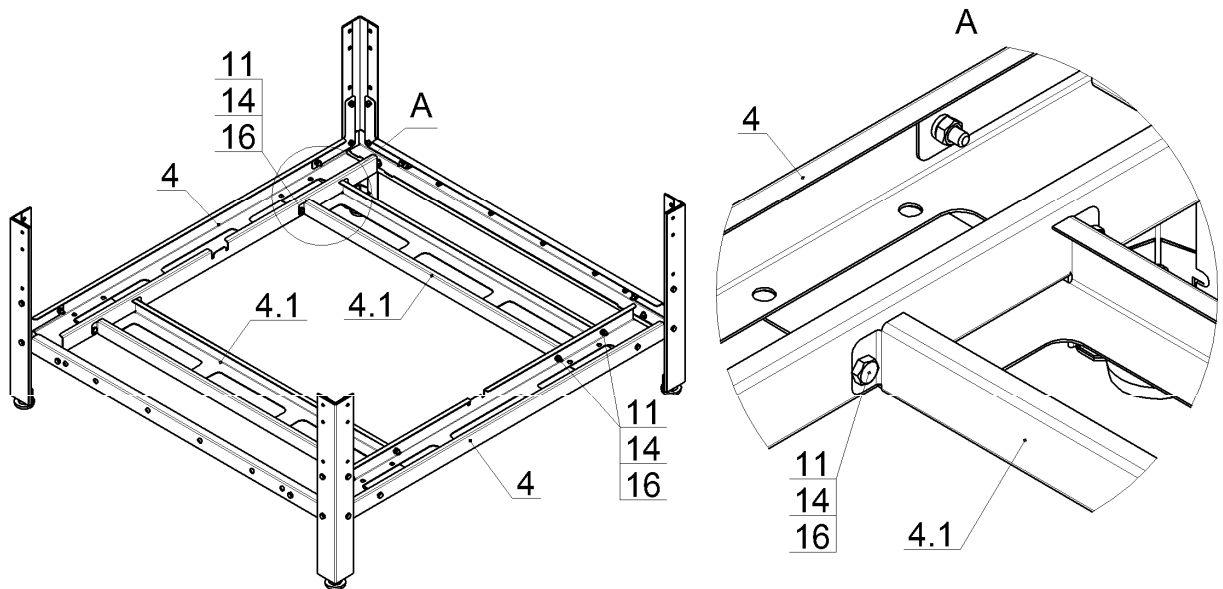

Рис.4
4. Закрепить профили поперечные, нижние, поз.4.1 (870мм) на профилях боковых, нижних, поз.4 при помощи болтов, гаек и шайб, поз.11, 14 и 16, гайки не затягивать, как показано на рис.4: